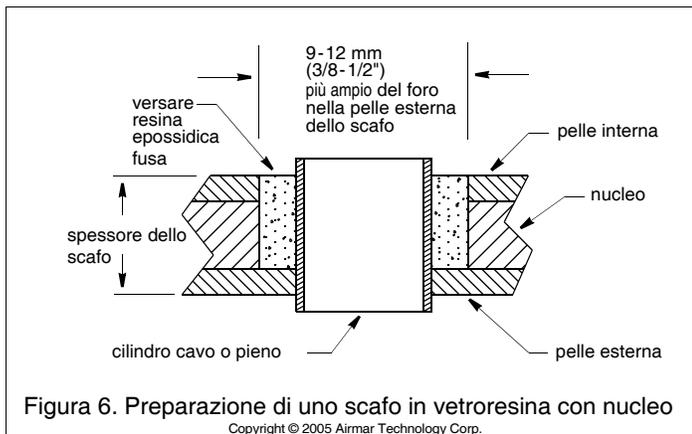

Figura 6. Preparazione di uno scafo in vetroresina con nucleo
2. Dall'interno dello scafo, fate scorrere una delle rondelle sull'alloggiamento (vedi Figura 5). Fate scorrere il distanziale sull'alloggiamento fino a quando l'estremità aperta si ferma contro la rondella. Aggiungete la rondella rimanente. **Verificate che siano visibili almeno TRE filetti sull'alloggiamento sopra la rondella.** In caso contrario, accorciate il distanziale tagliando l'estremità aperta (vedi Figura 6).